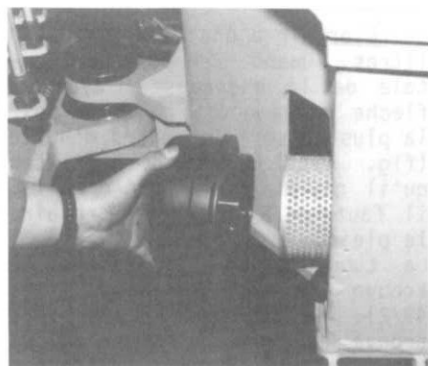

Bild 52
- (3) Staubsammeltopf abziehen, Zykloneinsatz aus dem Staubsammeltopf aushebeln und beide Teile reinigen (Bild 52)
- (3) Retirer le godet à poussière. Enlever la cartouche "Cyclone" du godet à poussière. Nettoyer ces deux pièces (fig. 52).